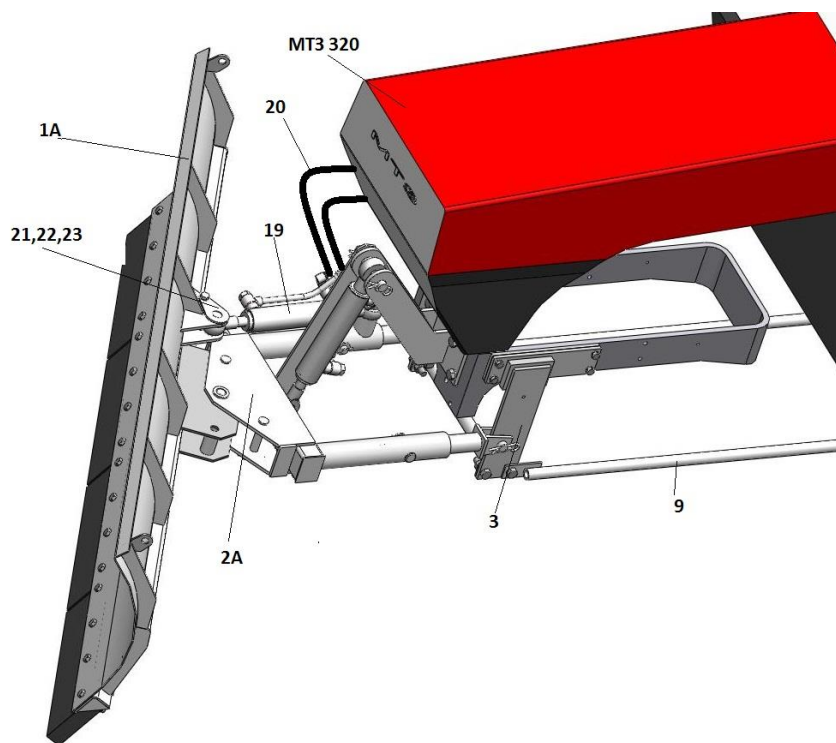

Рис.4 КО320-2, 0.ГП с гидроповоротом
2.4.3. Поворот плужного отвала КО320.ГП осуществляется с помощью гидроцилиндра поворота рис. 4 (19)
2.8.10. Для отвала с гидроповоротом (рис.4) полости гидроцилиндра поворота соединить с гидросистемой трактора при помощи двух РВД (20), штуцером переходным и тройником в сборе.